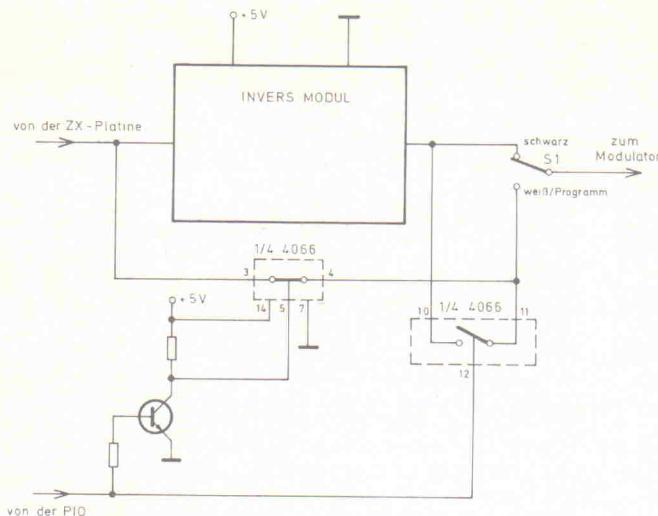

Bild 2. Anschlußschema des Invers-Moduls mit Umschaltungsmöglichkeit per Software
- Darstellungsart per Schalter wählbar oder per Programm (Bild 2).
Für die Umschaltung per Software, wofür eine PIO (gleich welcher Art) notwendig ist, muß lediglich ein IC hinzugefügt werden. Der PIO-Port, der in Stellung von S1 auf Weiß/Programm (Bild 2) einen Analog-Schalter direkt und den anderen über einen Transistor-Inverter steuert, bildet so den Umschalter S1 nach.